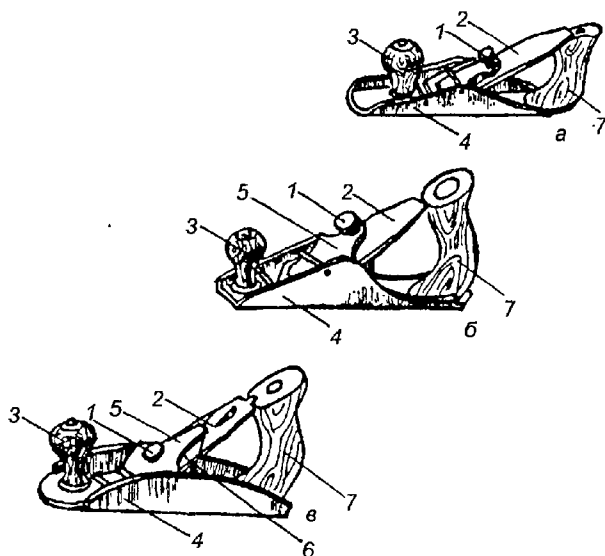
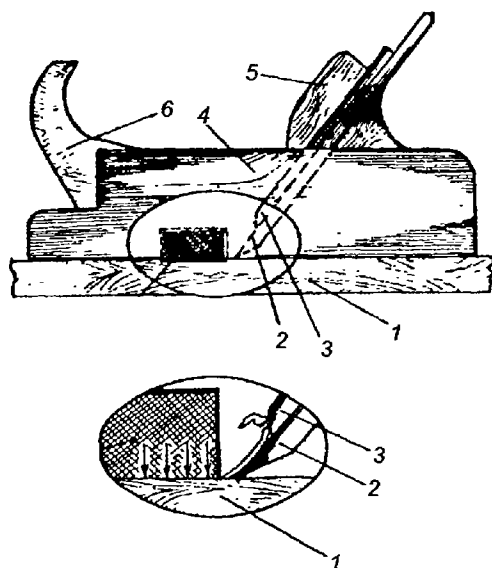
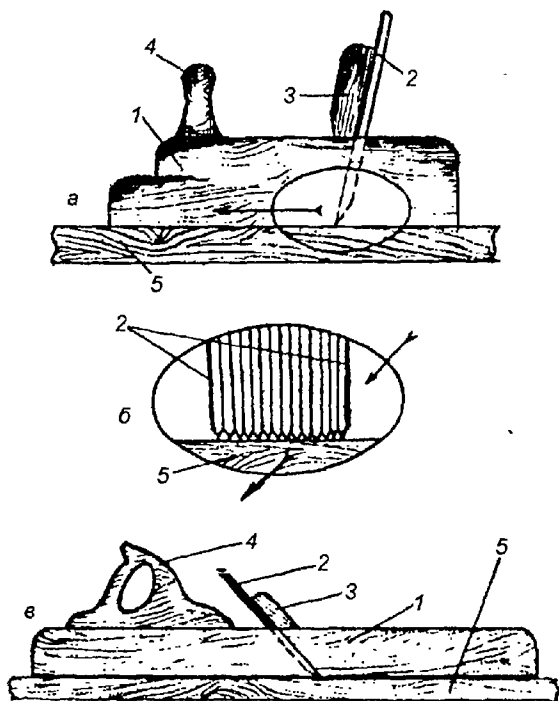

Рис. 148. Металлические рубанки
Рис. 149. Деревянный рубанок (полуфуганок)
Рис. 151. Инструменты для строгания
Принципиальное устройство деревянных и металлических рубанков одинаковое. Они одинаково подразделяются на основные типы: рубанок с одиноким ножом (рис. 148 б), рубанок с двойным ножом (рис. 148 в), шерхебель (рис. 148 а), полуфуганок (рис. 149), фуганок (рис. 151 в), цинубель (рис. 151 а), шлифтик (то же самое, что и цинубель, но нож не зазубренный, а обычный), зензубель (рубанок с узким корпусом и узким ножом).
Строение деревянного рубанка-полуфуганка. На рис. 149 представлено строение деревянного рубанка-полуфуганка. Он состоит из корпуса (4), режущего ножа (2), клина (5), закрепляющего непосредственно нож, стружколома (3), рога (6). Нож вставляется в гнездо корпуса рубанка под углом 45°. Подошва рубанка, которая работает на истирание, имеет вклейку из древесины твердых пород — бука, ясеня, граба, белой акации.
Металлические рубанки. На рис. 148 представлены металлические рубанки (три модификации). Они состоят из корпуса (4), в который вставлен нож (2). Нож закреплен в корпусе винтом (1). Рукоятка (3) и
Наладка. Наладка рубанков (фуганков) предполагает их разборку для извлечения ножа, затем сборку и крепление ножа. *Разборка.* Рубанок берется в левую руку, резкими ударами по торцу (хвостовому) ослабляется клин (5), после чего клин и нож легко вынимаются. После заточки нож (2) и клин (5) снова вставляют в леток и легкими ударами молотка по переднему торцу рубанка фиксируют нож. Величину выступания ножа регулируют по желанию. Лезвие должно выступать в прорезь подошвы ровно, без перекосов, в виде узкой полосы. У рубанков нож устанавливается под углом 45° , а у цинубеля (рис. 151) — под углом 80° .
Работа с фуганком. При работе с фуганком (рис. 151) правой рукой берут за ручку 4, а левой поддерживают корпус. Стругать фуганком необхо-
сировка барабана нуждается в новом регулировании. Если после прохождения электрорубанком обрабатываемая поверхность окажется некачественной, осмотрите барабан, очистите его от опилок и убедитесь, что ножи не затупились. Эти две причины (стружка и тупые ножи) и являются причиной плохой обработки поверхности. Если на поверхности образуются продольные полосы, значит, на ножах появились выщербления. При работе с электрорубанком необходимо следить за тем, чтобы все токоведущие части были надежно защищены. Соединяющий кабель не должен иметь перегибов и свободно перемещаться за инструментом. В любом случае следует изучить прилагаемую к инструменту инструкцию по технике безопасности и неукоснительно ее соблюдать. Цинубель изображен на рис. 151 а.